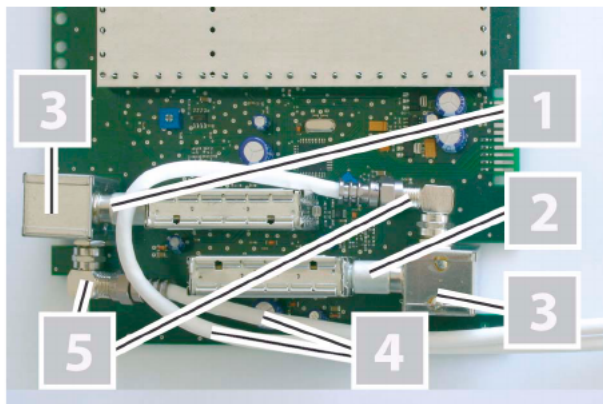

Bild 3: Vorsteckfilter anschließen
1. Stecken Sie zunächst die beiden Vorsteckfilter auf die Eingangsbuchsen (siehe Bild 3, oben).